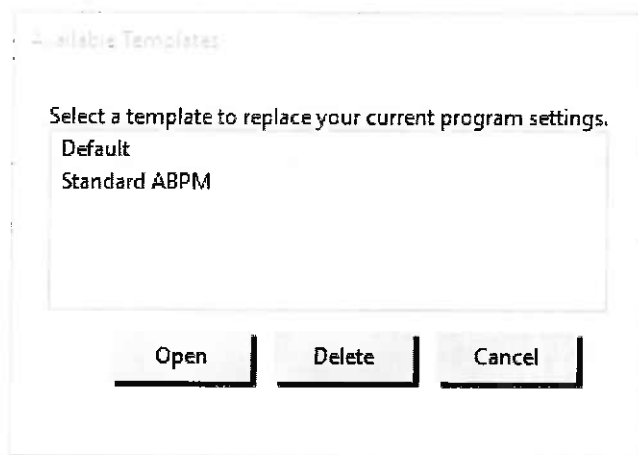

Figura 5: Finestra Modelli disponibili
2. Dalla finestra di dialogo **Modelli disponibili** (Figura 5), selezionare il nome del modello, quindi fare clic su **Apri**. Il modulo viene compilato automaticamente con le impostazioni del modello.